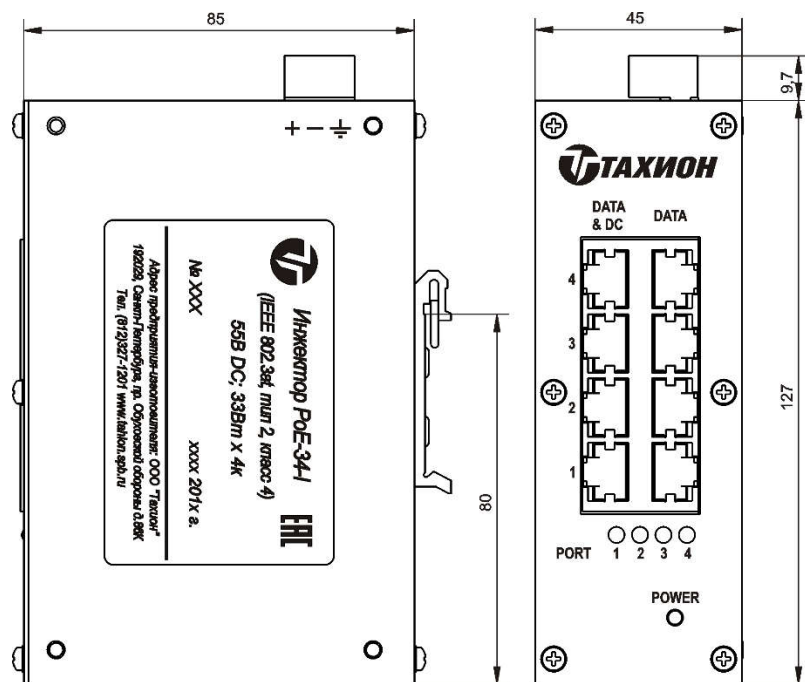

Рис.1 Инжектор PoE-34-I
Инжектор PoE-34-I (см.рис.1) конструктивно выполнен в металлическом корпусе для установки на DIN-рейку.
2. С помощью розетки 2EDGK-5.08-03P-14 (входит в комплект поставки) подключите к коммутатору проводом сечением не менее 0,5мм внешний источник питания 57VDC, соблюдая полярность подключения, указанную на рис.1, при этом на инжекторе должен загореться индикатор «Power»;